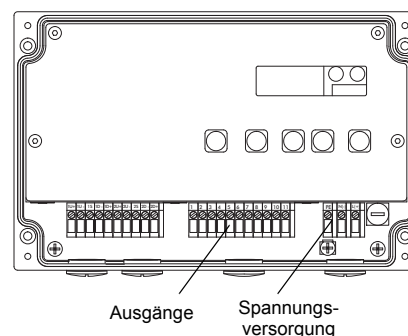

Abb. 5.10: Anschluss an den Messumformer
- Entfernen Sie den Blindstopfen rechts für den Anschluss der Spannungsversorgung (siehe Abb. 5.10).
- Führen Sie das Netzkabel in das Gehäuse ein (siehe Abb. 5.10).
- Schließen Sie die Adern an die Klemmen des Messumformers an (siehe Abb. 5.10 und Tab. 5.7).
- Entfernen Sie den zweiten Blindstopfen rechts für den Anschluss der Ausgänge (siehe Abb. 5.10).
- Schließen Sie die Adern an die Klemmen des Messumformers (siehe Abb. 5.10 und Tab. 5.8).